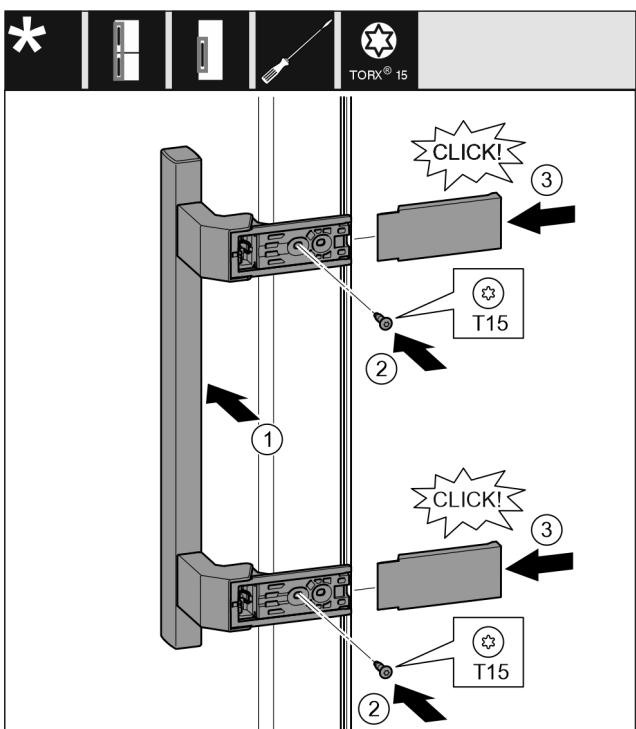

Fig. 15
- ▶ Поставете дръжката от другата страна. Fig. 15 (1)
- ▶ С отвертка T15 затегнете винтовете. Fig. 15 (2)
- ▶ Поставете отстрани капациите и ги нахлузете. Fig. 15 (3)